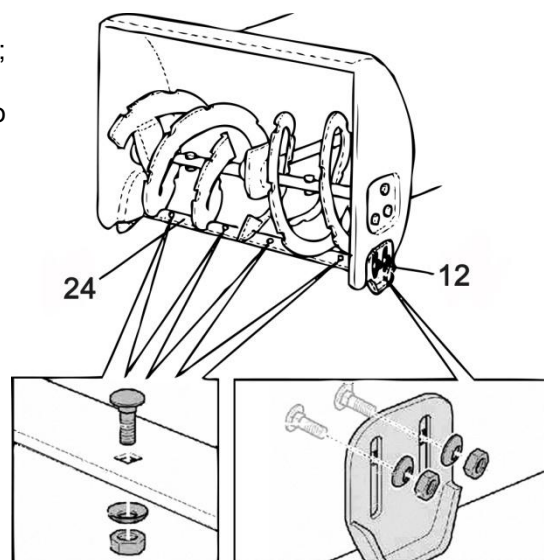

Рис. 7
- При замене ножа (24)(См. Рис.7), открутите болты, гайки с шайбами крепления ножа к снегозаборнику.
- При использовании снегоборщника на неровной поверхности (гравийные дорожки и т.п.), следует устанавливать максимальное расстояние между ножом (27)(См. Рис.7) и поверхностью земли, перемещая башмаки максимально вниз относительно корпуса снегозаборника.
- При использовании снегоборщника на ровных и твердых поверхностях, устанавливайте минимальное расстояние между ножом (27)(См. Рис.7) и поверхностью земли, перемещая башмаки максимально вверх относительно корпуса снегозаборника.
- Если ограничительные башмаки (13) будут выставлены таким образом, что подрезной нож (27)(См. Рис.7) будет касаться очищаемой поверхности, то это может привести не только к преждевременному износу подрезного ножа, но и к преждевременному износу ходовой части снегоборщника.